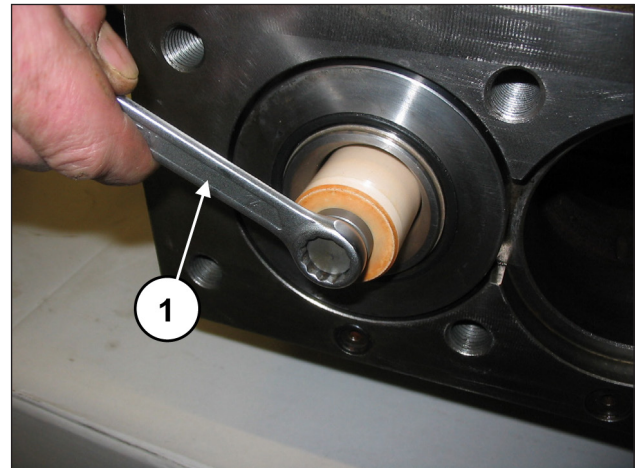

Abb. 138
Demontieren Sie die Kolben durch Abdrehen der Befestigungsschrauben (Pos. ①, Abb. 138).